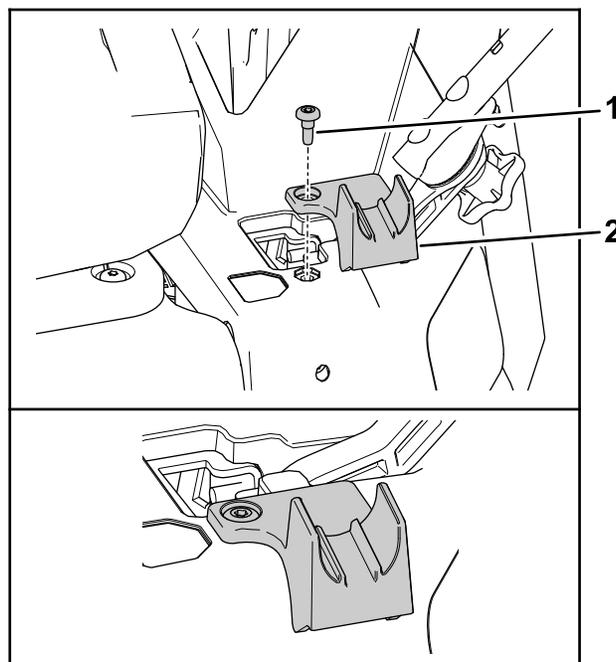

**Figura 6**
1. Retire el tornillo de cuello largo existente que fija el carenado izquierdo a la máquina (Figura 6).